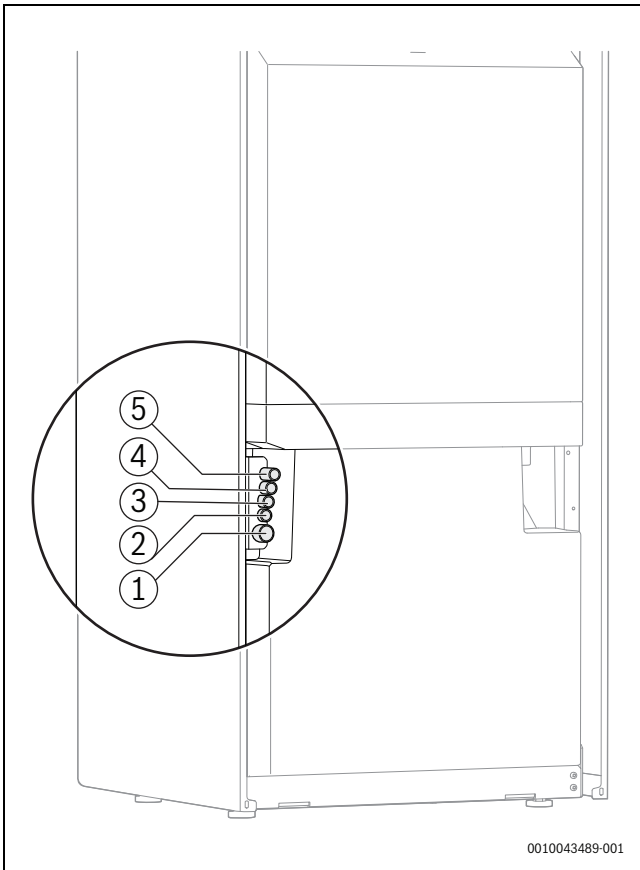

Bild 25 Rückansicht: Kabelführung der Netzkabel in der Inneneinheit
- ▶ Mit Hilfe eines Einzugsbandes die Netzkabel über die Leerrohre auf der Rückseite der Inneneinheit zur Elektronikbox führen. Auf die korrekte Zuordnung der Netzkabel zu den entsprechenden Kabelkanälen achten (→ Bild 25).